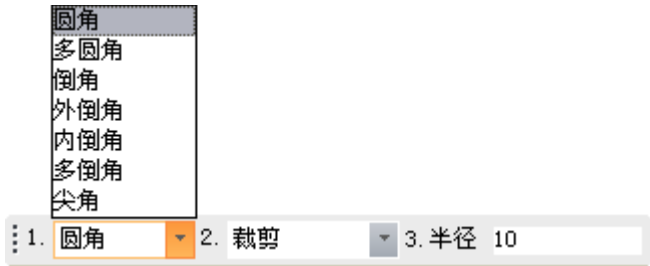

图 4-13 过渡立即菜单
过渡操作分为圆角、多圆角、倒角、外倒角和内倒角、多倒角和尖角等多种方式。可通过立即菜单进行选择，过渡命令的立即菜单如图 4-13 所示。
- 1) 鼠标单击立即菜单【1: 圆角】，则在立即菜单上方弹出选项菜单，用户可以在选项菜单中根据作图需要选择不同的过渡形式。选项菜单见图 4-13。